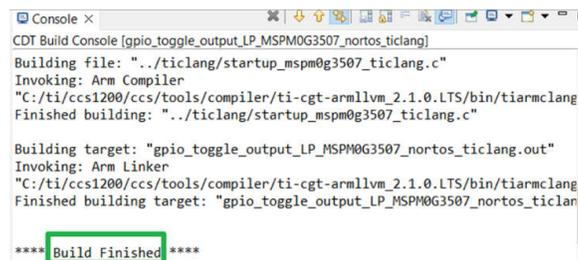

図 2-34. ビルド成功
- ソフトウェアの評価を完了したら、メインツールバーのビルドアイコンをクリックします (図 2-34 を参照)。 *Build Finished* と表示されれば、コンパイルが正常に完了したことを意味します。